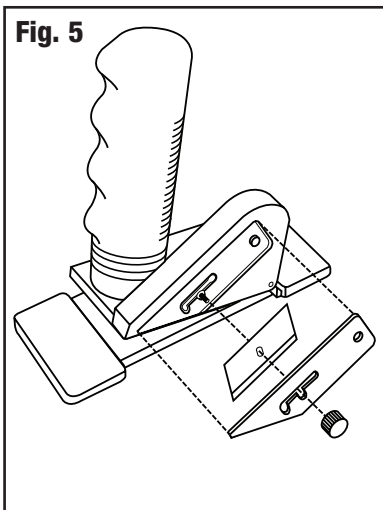

Fig. 5
3. Ponga el tapacuchillas y apriételo con el tornillo de cuchillas (Fig. 5).